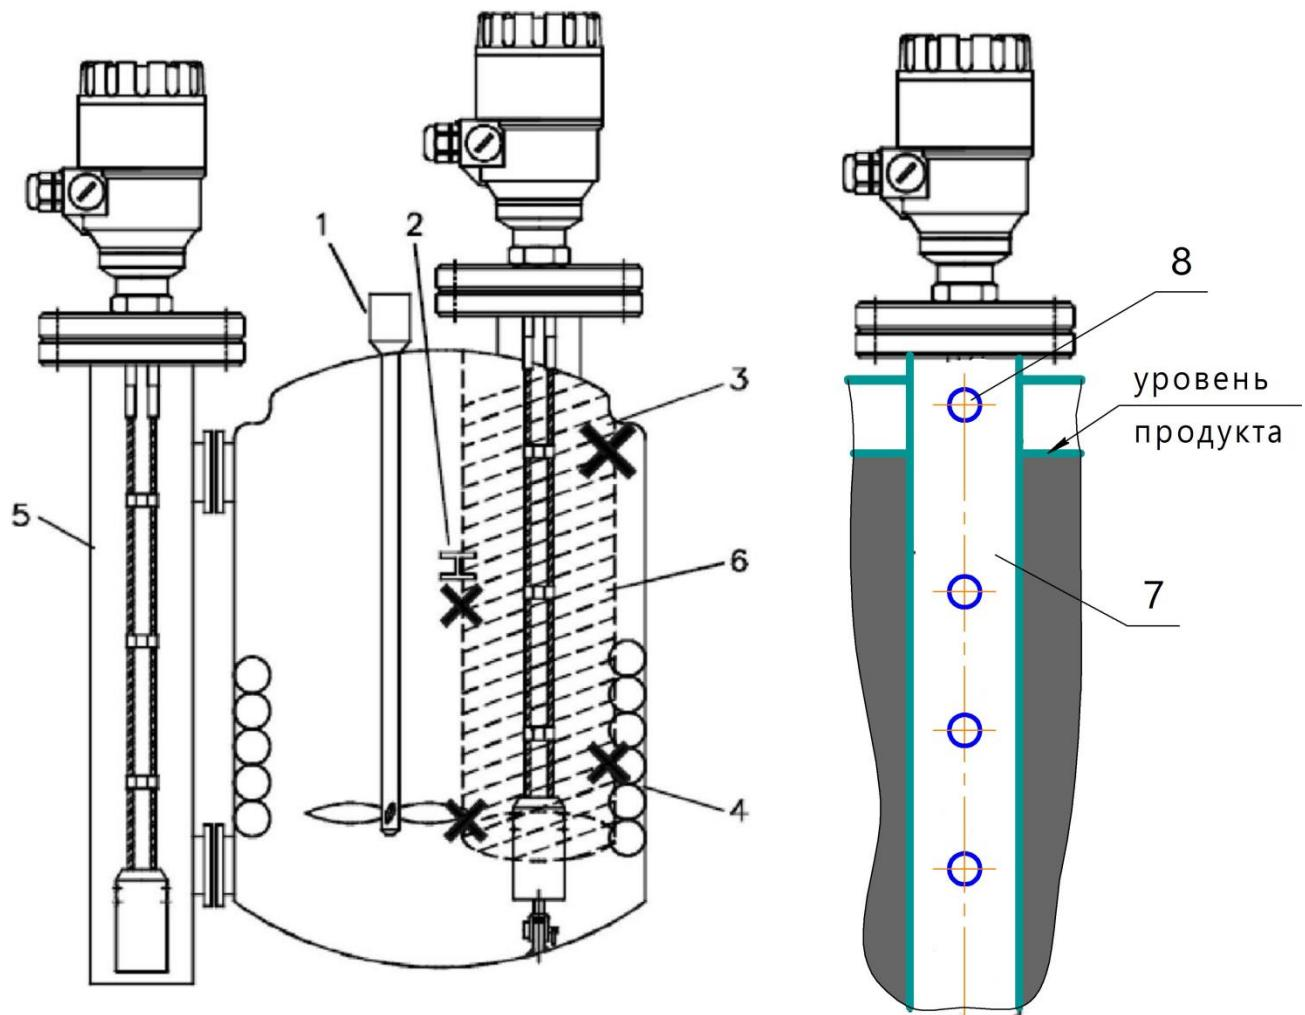

Рисунок 26 – Правила установки в выносных колонках и успокоительных трубах.
2.3.10 Вокруг чувствительного элемента создается электромагнитное поле, никакие посторонние предметы не должны попадать в зону излучения (см. рисунок 26). Иначе уровень будет воспринимать отраженные от них сигналы как сигналы, отраженные от продукта. Размеры и форма распространения электромагнитного поля для каждого исполнения приведены в таблице 18 и рисунке 27. Если в ёмкости находится много различных объектов, устанавливайте прибор на выносную колонку или в успокоительную трубу (см. рисунок 26).